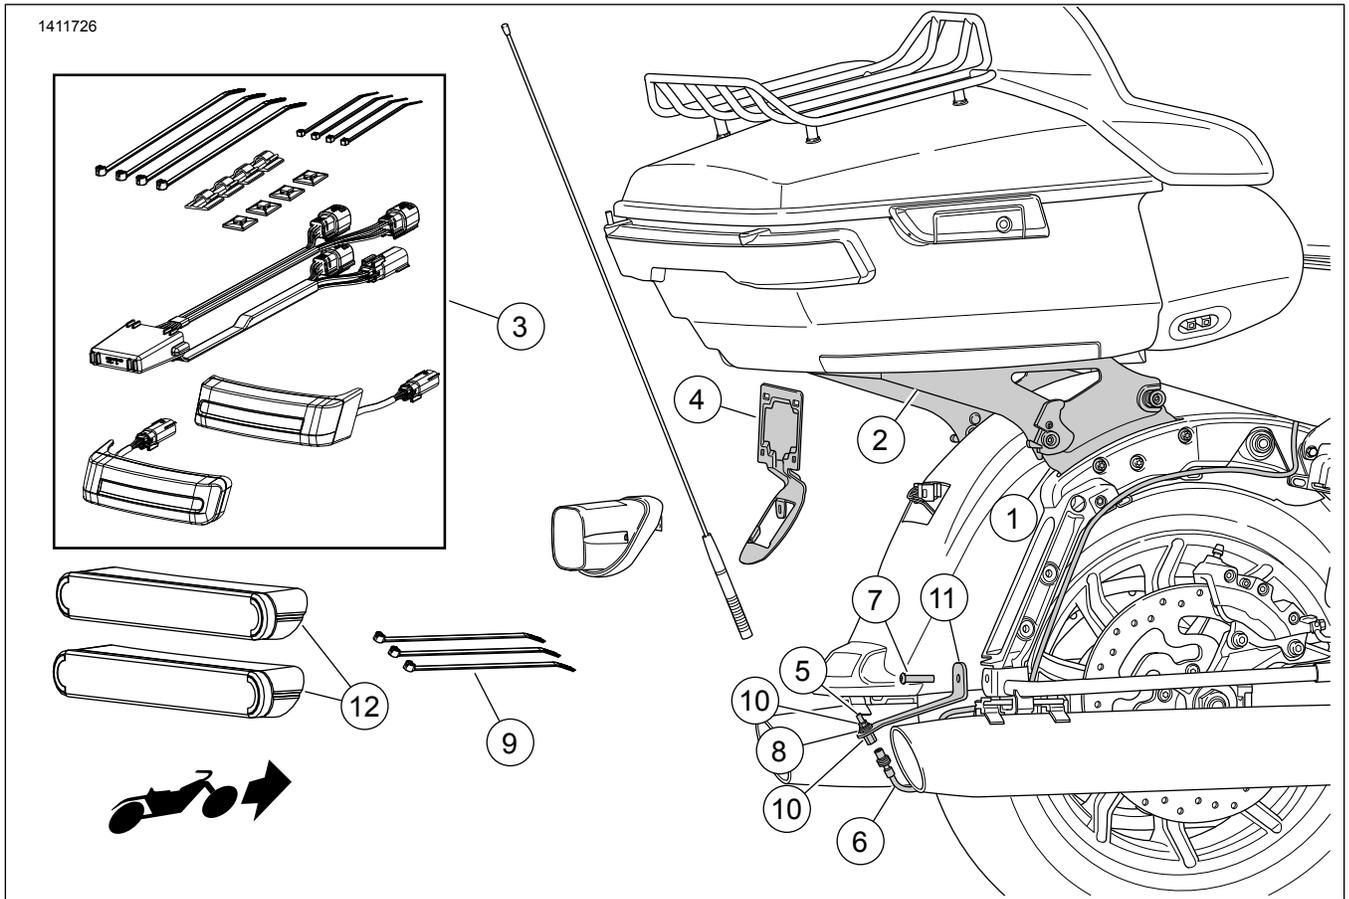

图1。套件内容：可拆卸式Tour-Pak安装尾架
1. 参见图1。根据该套件中的说明安装对接硬件套件(1)。
参见图1。标记反光片(12)的位置。